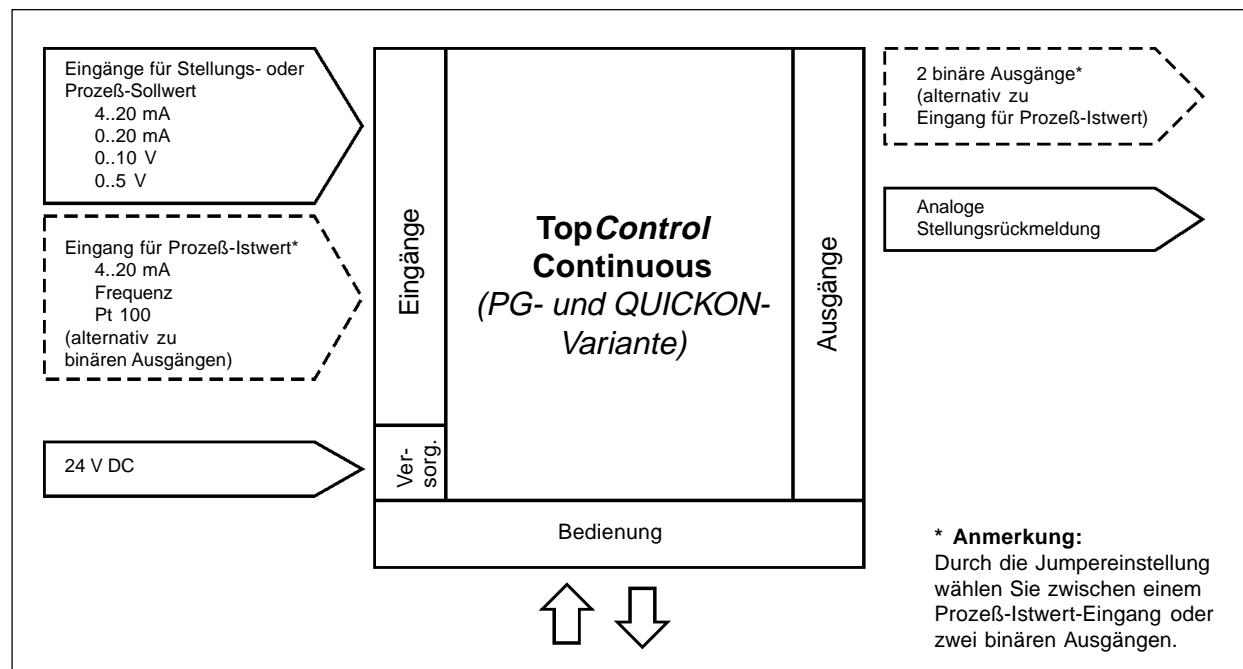

Bild 3.9: Schnittstellen des TopControl Continuous bei den Varianten mit PG-Verschraubung und QUICKON-Anschlüssen
- **Variante PG-Verschraubungen mit Schraubklemmen** mit eingeschränktem Funktionsumfang (Bild 3.9)
- **Variante QUICKON-Schnellanschlüsse** mit eingeschränktem Funktionsumfang (Bild 3.9)